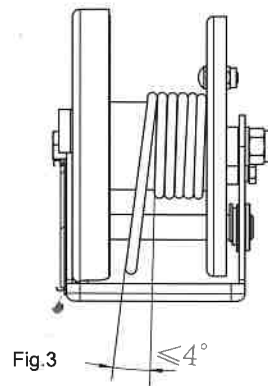

Fig.3
4. Monter le treuil avec un angle de flotte inférieur ou égal à 4° (Fig.3).